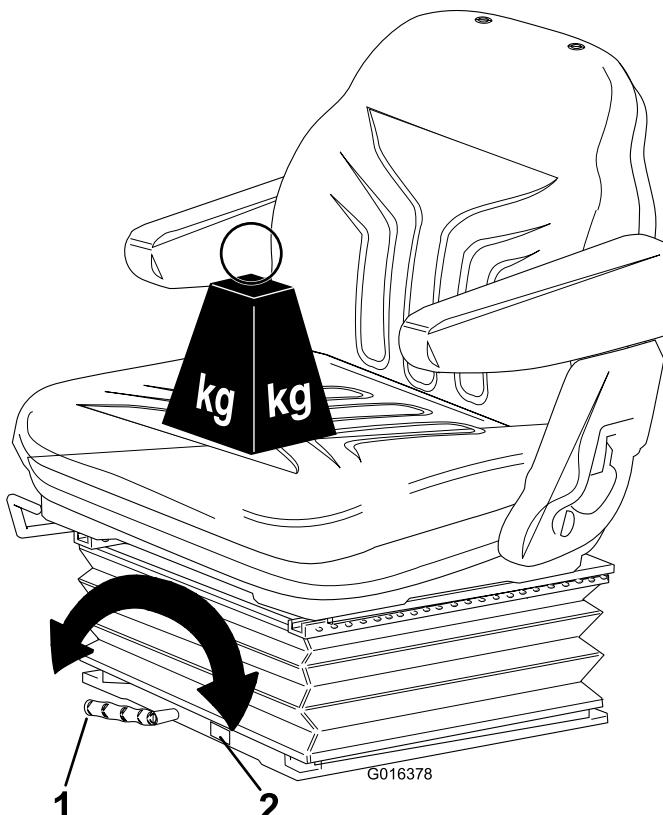

Bild 12
- **Anpassung an das Bedienergewicht:** Drehen Sie den Griff nach rechts, um die Festigkeit der Federung zu erhöhen und nach links, um die Festigkeit zu verringern. Die Skala zeigt an, wenn die optimale Federungsanpassung auf das Bedienergewicht (kg) erreicht ist, siehe Bild 12.